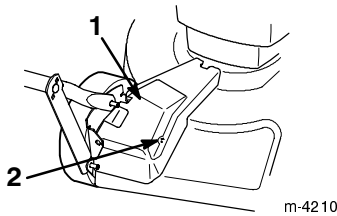

Figure 32
1. Le moteur étant arrêté, enlevez le boulon de fixation du carter de courroie (Fig. 32) et déposez le carter.